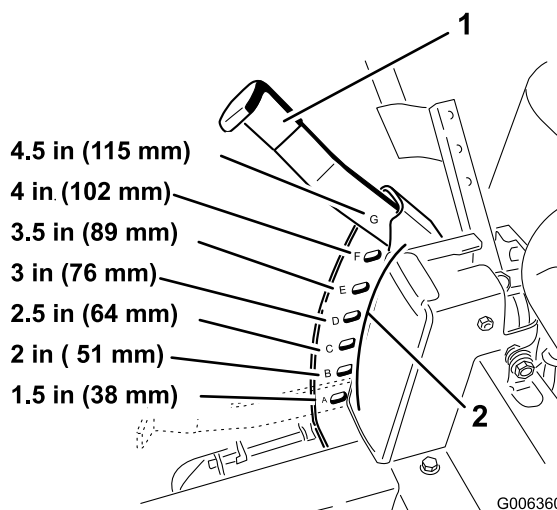

Figura 17
3. Levante la palanca de ajuste de la altura de corte a la posición de transporte, es decir, la posición de altura de corte **G** (que es también la posición de altura de corte de 4,5 pulgadas [115 mm]) (Figura 17).